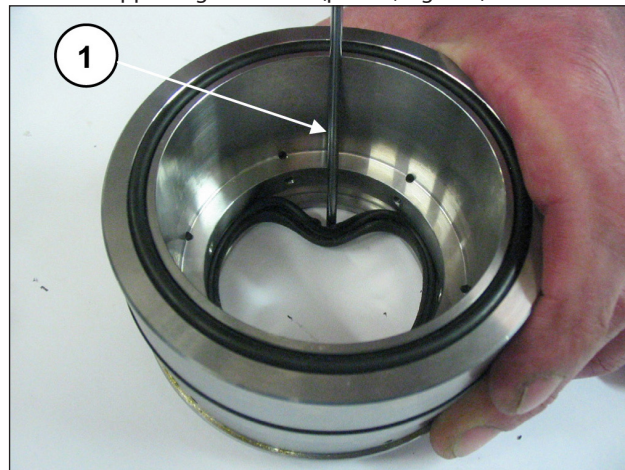

Fig. 199
Per togliere la guarnizione di bassa pressione è necessario utilizzare uno spessimetro o un attrezzo che non danneggi la sede del supporto guarnizione (pos. ①, Fig. 199).